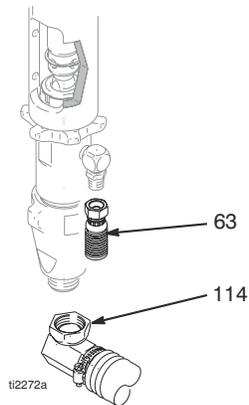

FIG. 7
1. Fig. 7. Démontez le tuyau d'aspiration (114) ainsi que le flexible à peinture (63) (démontez à l'extrémité du raccord tournant).